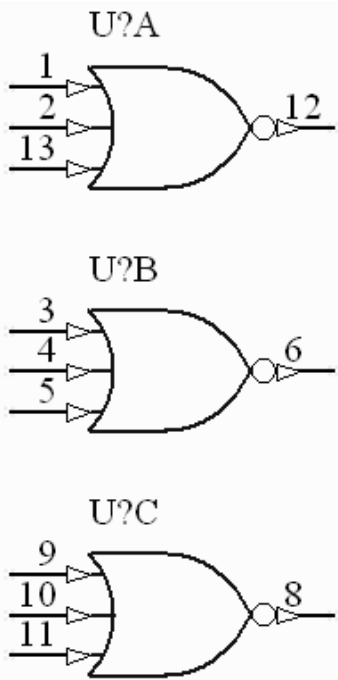

图2
- 2、在 schlib1.SchLib 库文件中建立样图 2 所示的带有子件的新元件，元件命名为 SN74F27D。其中第 7、14